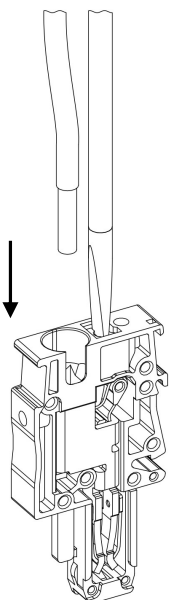
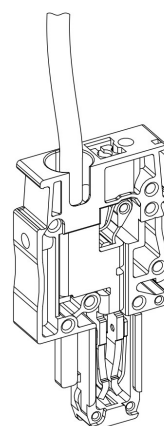

Рисунок 33 – ввод проводника в точку подключения
Рисунок 34 – проводник в точке подключения
- Вставьте подготовленный жесткий проводник до упора в точку подключения (**овальное** отверстие) штекера (рис. 33; рис. 34).